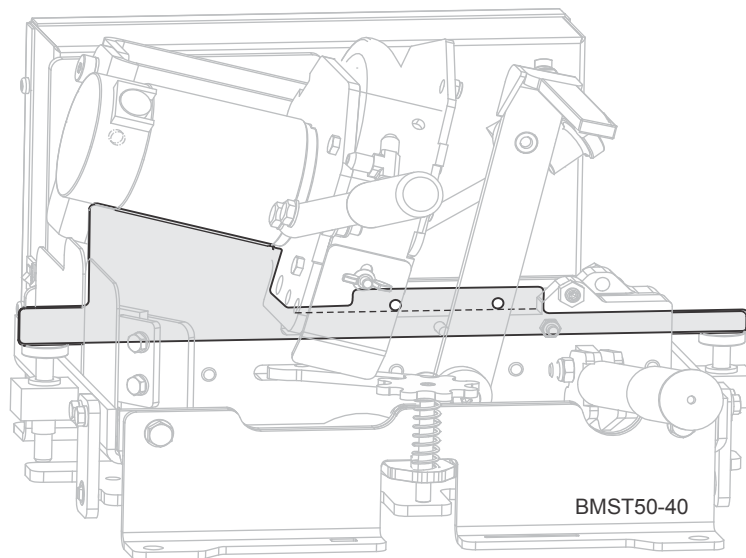

FIG. 4-2
L'Affûteuse & Avoyeuse est réglée en usine au bon angle de coupe. Si, pour une raison ou pour une autre, l'angle devait se désaligner, vous pouvez le réajuster en utilisant le gabarit d'angle SS20-999 fourni. Voir fig. 4-2
5. Ajustez le gabarit d'angle jusqu'à ce qu'il vienne au contact du moteur et du carter de moteur. Voir fig. 4-2